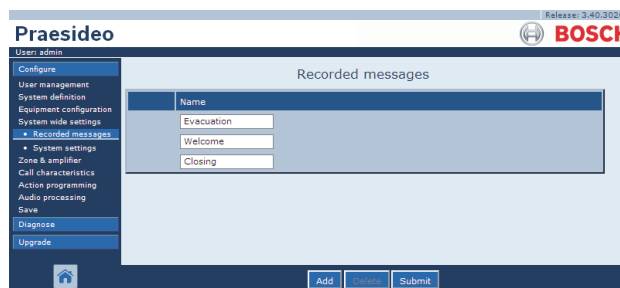

figura 45.8: Registrazione di un messaggio, passaggio 4
- 4 Fare clic sul pulsante *OK* per confermare che il messaggio deve essere cancellato dall'elenco. Nella cornice principale dell'interfaccia web appare una schermata simile a quella di figura 45.8.